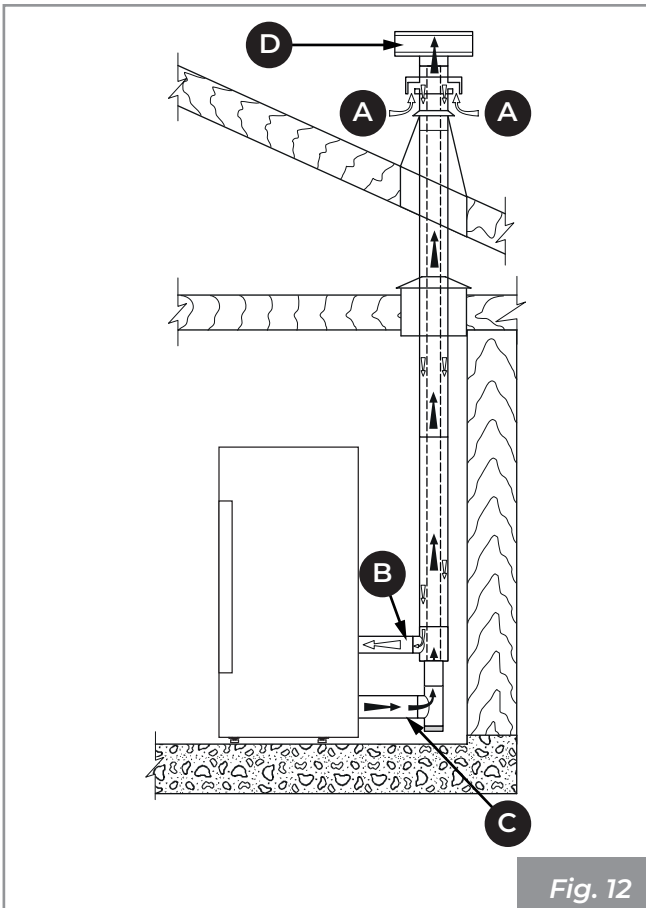
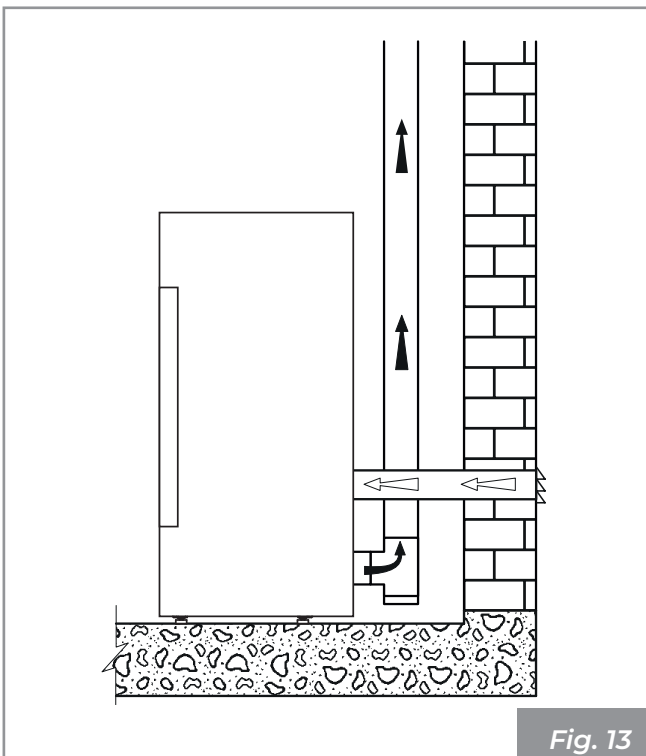

Fig. 12
Fig. 13
- directamente desde el exterior con conexión directa a la cámara de combustión (**Fig. 12 - Fig. 13**).
- canalizar el aire comburente mediante un tubo de descarga coaxial para la expulsión de los humos y la extracción del aire (**Fig. 12 - A, B = Entrada aire, C, D = Salida humos**); por lo tanto no es necesario hacer una clásica toma de aire en el local.
- conectar la entrada de aire comburente del aparato a la toma de aire con un conducto adecuado (**Fig. 13**).